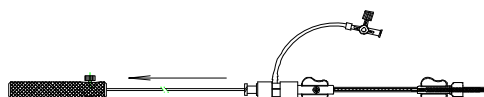

Рисунок 5 Иллюстрация загрузки устройства в приспособление для загрузки
- Пропустить доставляющий кабель через приспособление для загрузки и прикрутить устройство к наконечнику доставляющего кабеля. После надежного закрепления погрузить устройство и приспособление для загрузки в физиологический раствор и медленно втянуть устройство в приспособление для загрузки. Промыть устройство через боковой отвод (См. Рисунок 5).